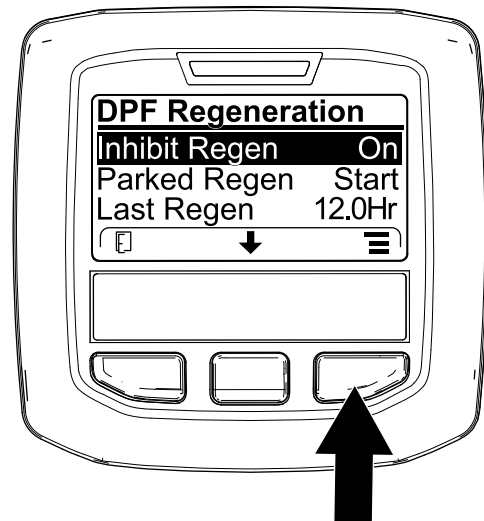

Figura 41
- Acceda al menú DPF Regeneration (Regeneración de DPF), pulse el botón central para desplazarse hacia abajo, hasta la opción INHIBIT REGEN (Inhibir regeneración) y pulse el botón derecho para seleccionar la opción Inhibit Regen (Figura 41).
- Pulse el botón derecho para cambiar el ajuste de inhibición de regeneración de Activado a Desactivado (Figura 41) o viceversa (Figura 42).